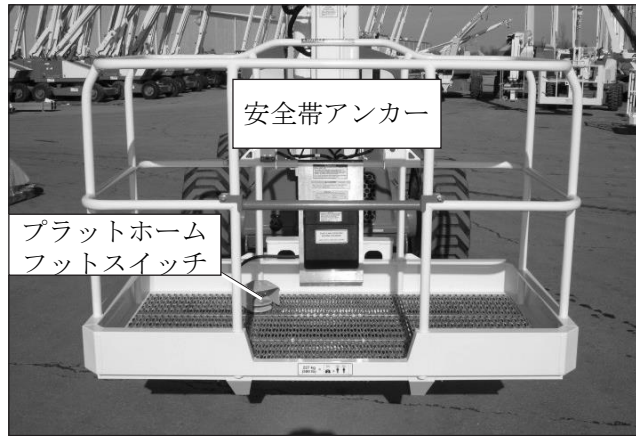

図 8.3 - プラットホーム
1. プラットホームフットスイッチ（図 8.3 を参照）を踏み込みます。上部操作盤を操作するためにはこのスイッチを下位置に保つ必要があります。